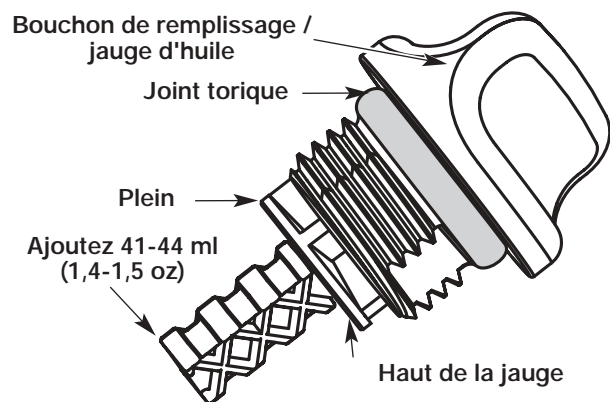

Fig. 31
5. Retirez le bouchon de remplissage / jauge d'huile et vérifiez le niveau d'huile. L'huile devrait atteindre le haut de la jauge (Fig. 31).